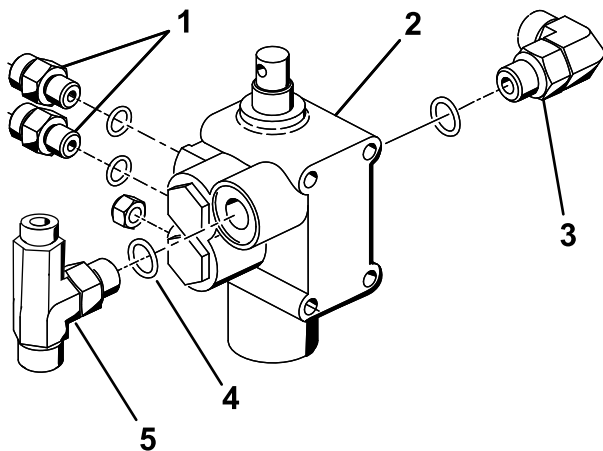

Figura 10
3. Infilate un raccordo a 90°, i 2 raccordi idraulici diritti e il raccordo a T rimosso dalla valvola esistente 3 Preparazione all'installazione dei componenti idraulici \(pagina 4\) nella nuova valvola di sollevamento come illustrato nella Figura 10.